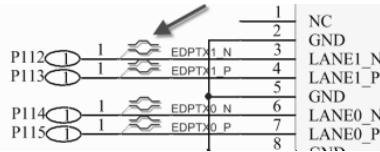

图 5-49 差分标识的放置
(1) 在原理图中，将要设置的差分对的网络名称的前缀取相同的名称，在前缀后面分别加“+”和“-”或者“_P”和“_N”，如“HDMI1+”和“HDMI1-”、“DATA1_P”和“DATA1_N”。
(2) 执行菜单命令“放置-指示-差分对”，鼠标光标出现差分对指示标识，把其放置在差分线的两条线上，如图 5-49 所示。